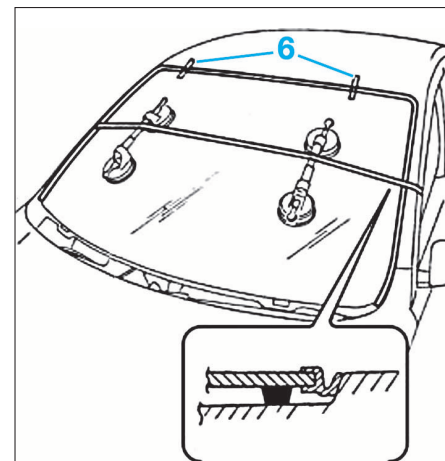

FIG. 117
- L'ajustement terminé, découper les rubans adhésifs en (6) (Fig.117).
pare-brise (Fig.117), puis poser ce dernier.